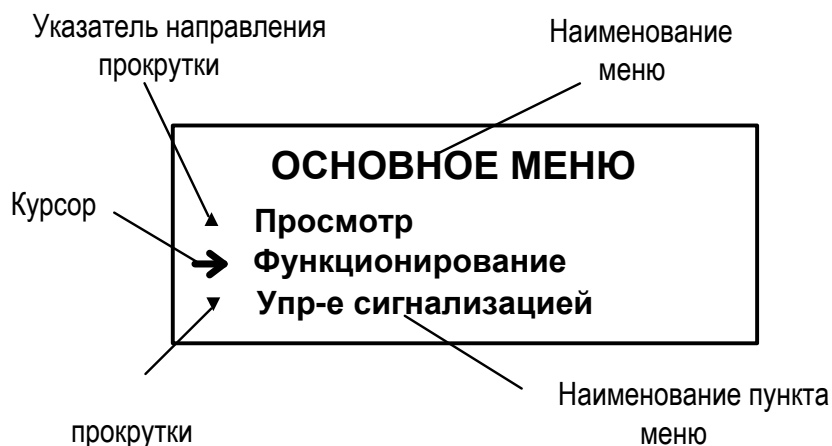

Рис.1. Вид основного меню.
1.1.1. Для управления регулятором с клавиатуры ИВБ используется многоуровневая система меню (приложение Б), состоящая из основного меню, подменю и окон, содержащих списки команд и параметров. Основное меню (рис.1) имеет неизменный состав. Состав и структура подменю и окон, а также возможности модификации установочных параметров определяются режимом работы регулятора.
1.1.3. Индикация на дисплее состоит из наименования меню (окна), располагающегося неподвижно в первой строке дисплея жидкокристаллического индикатора (ЖКИ), и наименований пунктов меню (параметров), которые могут смещаться вверх или вниз (рис. 1).
1.1.5. Одновременно на дисплее может индицироваться не более 3-х строк (пунктов меню, параметров из списка). Поэтому в начале первой и последней строк пунктов (параметров) могут располагаться указатели направления прокрутки в виде треугольников (рис.1), вершины которых направлены в стороны возможного перемещения курсора по строкам (пунктам меню, параметрам).